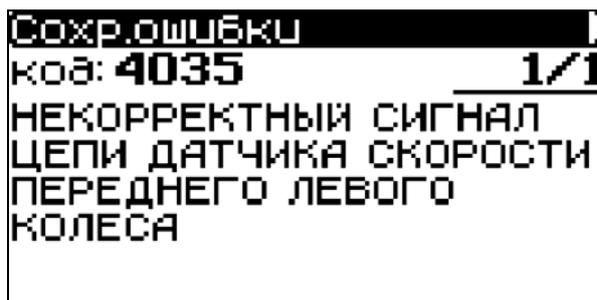

Рис. 10 Окно СОХРАНЕННЫЕ ОШИБКИ
2.2.2 **СОХРАНЕННЫЕ ОШИБКИ.** Позволяет считать из блока управления коды сохраненных в памяти блока управления неисправностей и провести их расшифровку. Окно **СОХРАНЕННЫЕ ОШИБКИ** аналогично окну **ТЕКУЩИЕ ОШИБКИ** (рис. 10).